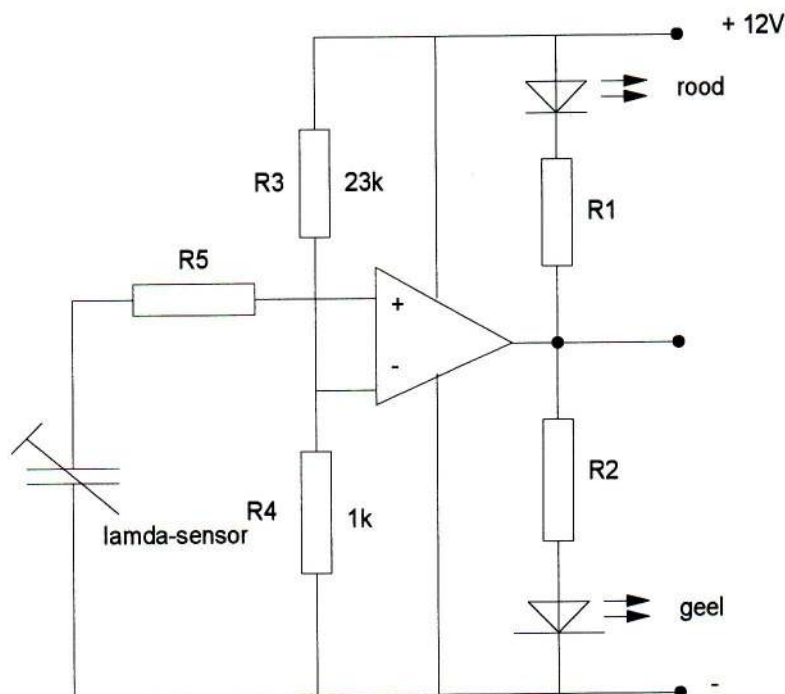

Fig. 1
Afgebeeld in fig. 1 is een schakeling die de werking van de lambda-sensor op de auto aantoont. Er wordt gebruik gemaakt van een operationele versterker (OpAmp). De schakeling is aangesloten op een voedingsspanning van 12 V. Gevraagd wordt:
- c) Een OpAmp als comparator vergelijkt de aangeboden spanning met een referentiespanning. Bepaal nu de grootte van deze referentiespanning door gebruik te maken van de weerstandswaarden in fig.1.